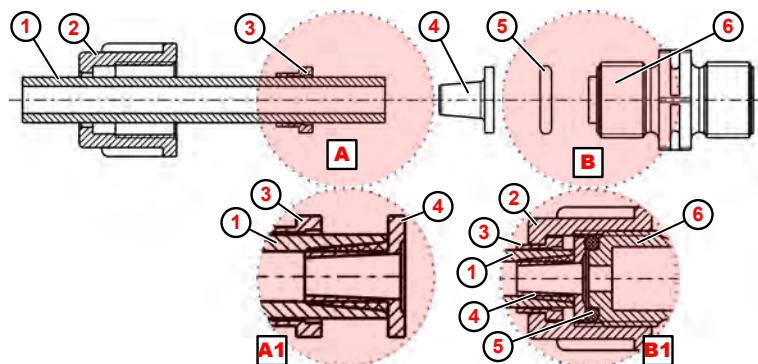

Abb. 8: Rohr- Schlauchanschluss mit Kegelteil
1. ► Schlauch (Abb. 8 , ①) gerade abschneiden.
2. ► Überwurfmutter ② über Schlauch ① schieben.
3. ► Spannteil ③ über Schlauch ① schieben.
4. ► Schlauch ① bis zum Anschlagbund auf Kegelteil ④ schieben (Detail ④1).
5. ► Spannteil ③ Richtung Kegelteil ④ schieben bis Widerstand spürbar ist.
6. ► O-Ring ⑤ in Nut von Saug- bzw. Druckventil ⑥ legen.
7. ► Überwurfmutter ② festziehen (Detail ⑥1).